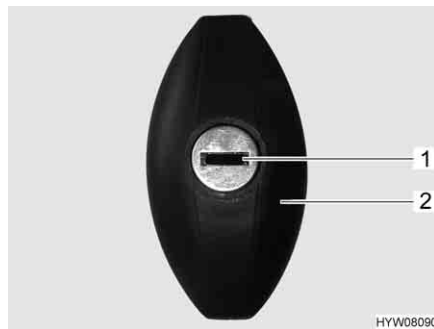

Fig. 31 Serratura dello sportello (ellittico, chiuso)
- Inserire la chiave nel cilindro della serratura (Fig. 31,1) e ruotare in senso antiorario di un mezzo giro. La maniglia della serratura (Fig. 31,2) scatta all'infuori.